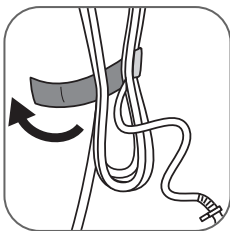

fig. 10
- Détachez la bande velcro et déroulez entièrement le cordon électrique. **(fig. 10)**